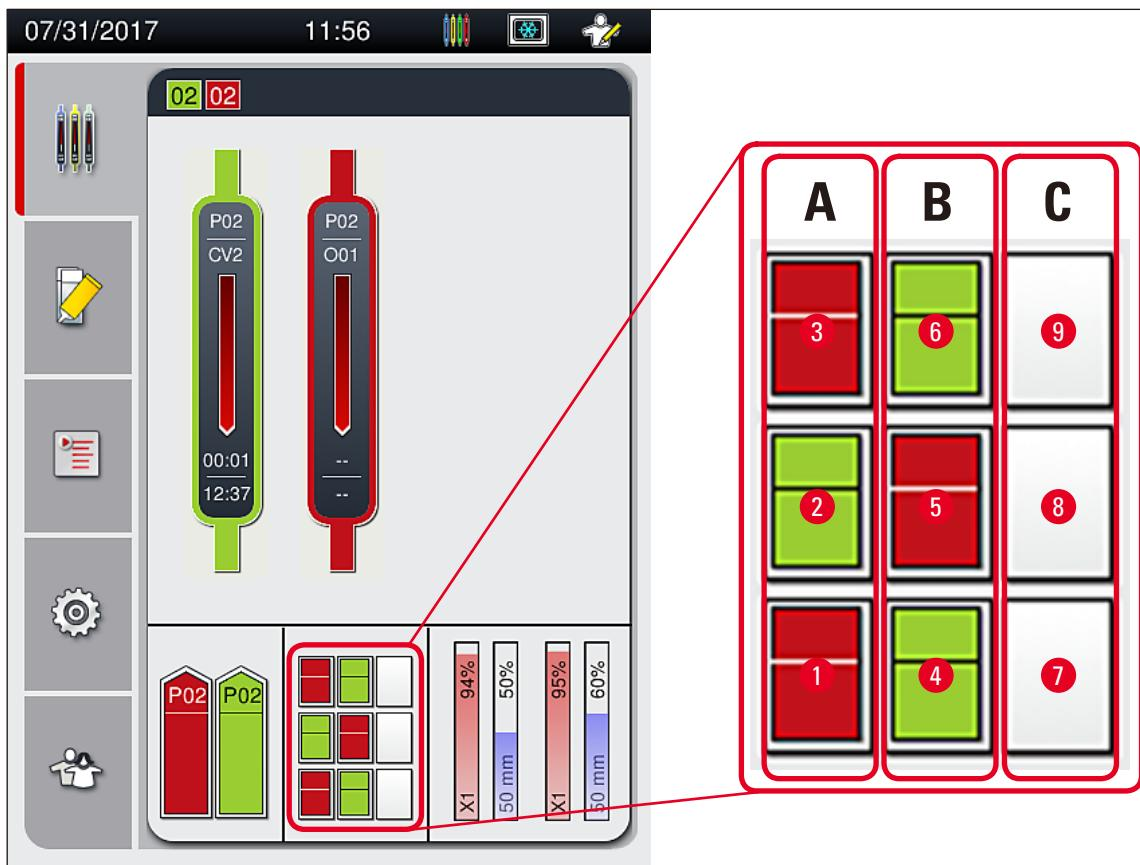

図 75
- 取り出し用待機槽は最大 9 個のラックを保持できます。取り出し用待機槽内でラックは、図の A1 から C9 の番号順に、該当する位置に配置されます (→ 図 75)。